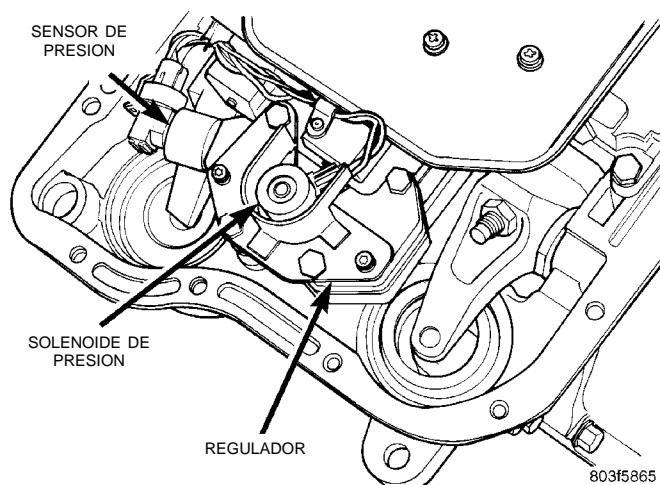

Fig. 43 Localizaciones del solenoide de presión del regulador y de los cables del sensor
- (1) Retire el filtro del líquido.
- (2) Desconecte los cables del sensor de presión del regulador y el solenoide (Fig. 43).